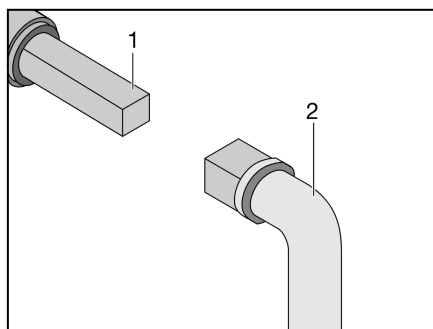

Fig. 244 Utilizzo del rubinetto di scolo delle acque grigie
- Inserire la chiave (Fig. 244,2) sul perno quadro (Fig. 244,1).